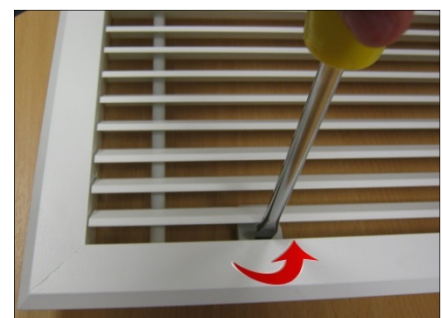

Abb. 6
**Schritt 1** Öffnen Sie das abnehmbare Einlassgitter mithilfe eines Schlitzschraubendrehers, um die Bajonettverschlüsse (siehe Abb. 6) zu öffnen. Modell C1000R besitzt zwei Bajonettverschlüsse, die Modelle C1500R und C2000R besitzen jeweils drei Verschlüsse. Entfernen Sie vor dem Positionieren des Gitterrahmens die vier M6-Schrauben (oder sechs M6-Schrauben bei C2000R) aus dem Innenrahmen des Luftschleiers.